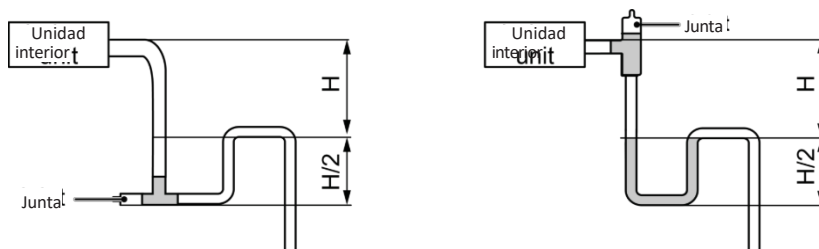

Fig. 4.12
- 6 Instale el sifón tal y como se indica en la fig. 4.12.